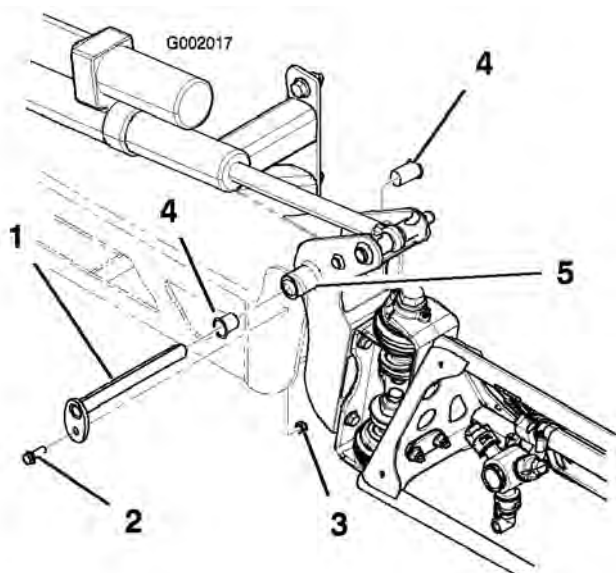

Figura 47
3. Quando il peso della barra è supportato, togliete il bullone e il dado che fissano il perno di articolazione nel gruppo barra (Figura 47). Togliete il perno di articolazione.
5. Togliete le bocche di nylon dal lato frontale e posteriore della staffa orientabile e controllatele (Figura 47). Sostituite le bocche avariate.
7. Montate la barra e la staffa orientabile nel telaio centrale, allineando i fori (Figura 47).